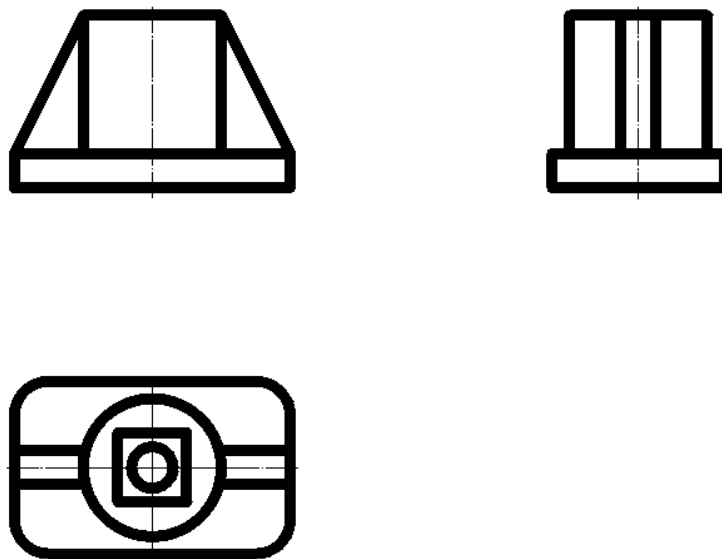

**Рис. 2.12.** Построение вспомогательных линий
6. В слое «Вспомогательный» выполнить необходимые дополнительные построения тонкими линиями с целью разметки чертежа (рис. 2.12). Эти построения помогут найти «опорные» точки создаваемого чертежа. Не следует сразу стремиться «начисто» сделать чертеж, во многих случаях это просто невозможно.